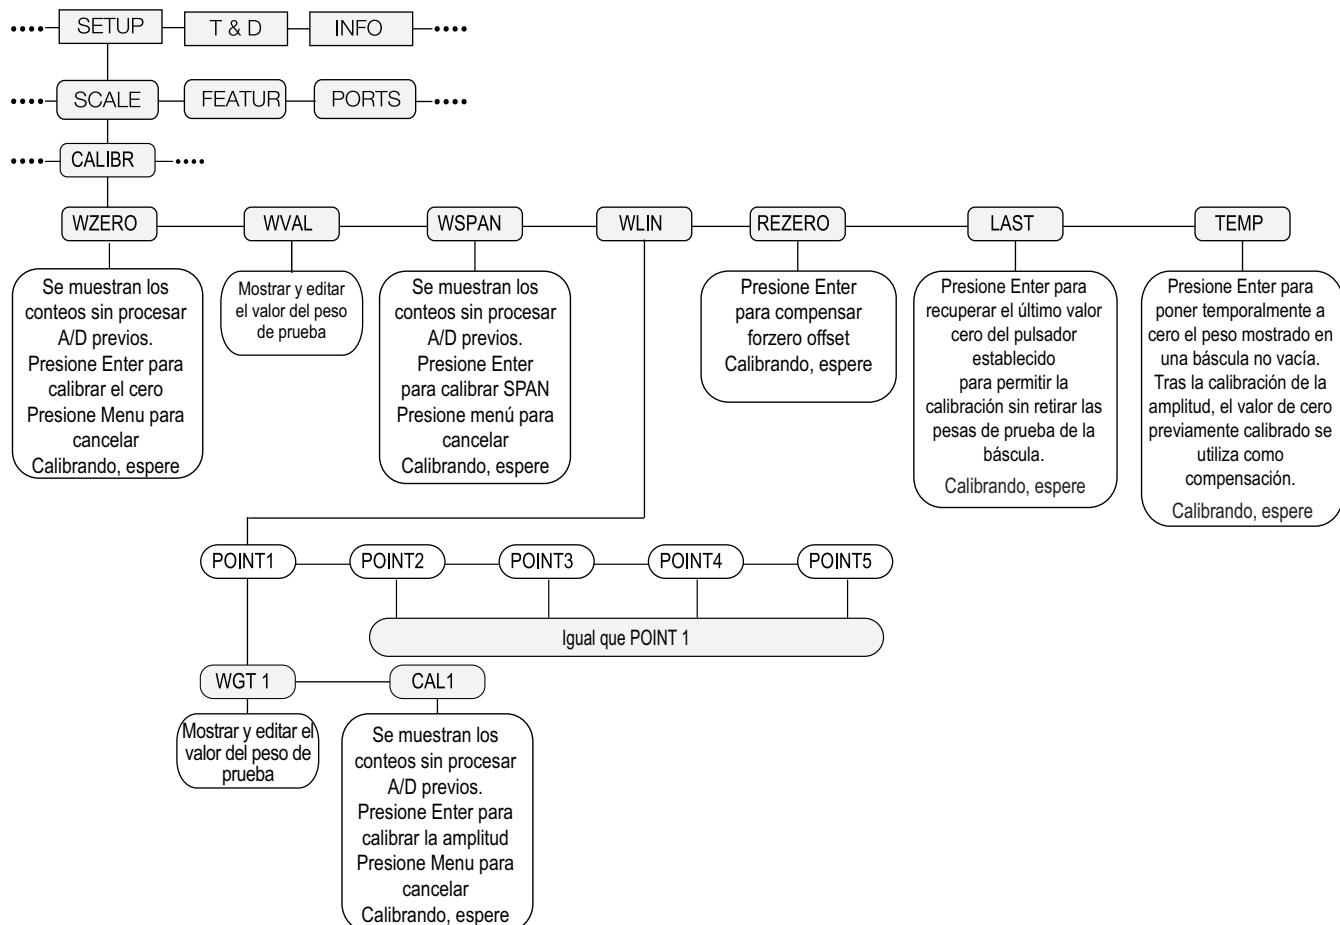

Figura 4-1. Menú de calibración (CALIBR)
1. Ponga el indicador en modo de configuración utilizando el interruptor de configuración en la parte posterior de la unidad. Consulte la Figura 3-1 en la página 44, (o utilice  si se ha habilitado la pista de auditoria), y navegue a CALIBR, consulte la Figura 4-1 en la página 71.